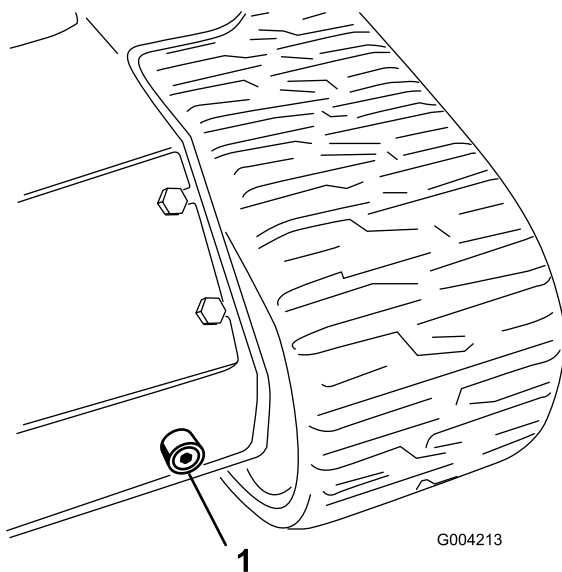

Figure 63
6. Placez un grand bac de vidange (d'au moins 57 litres de capacité) sous le bouchon de vidange à l'avant de la machine (Figure 63).
7. Retirez le bouchon de vidange pour permettre à l'huile de s'écouler dans le bac de vidange (Figure 63).